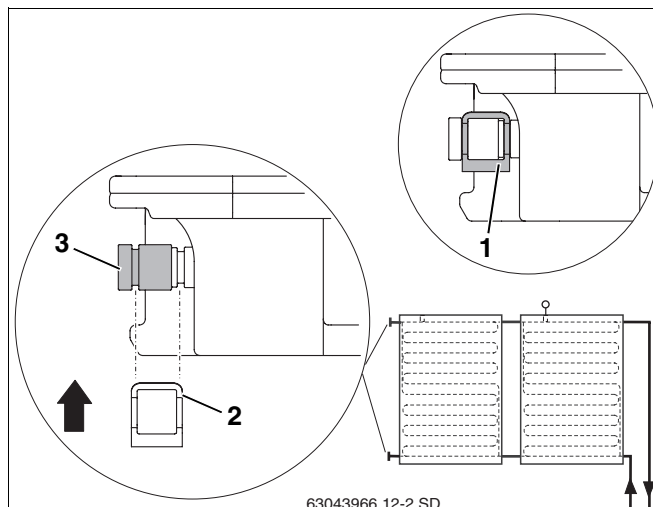

Fig. 42 Fissaggio del tappo di chiusura con la graffa
- Applicare il tappo di chiusura con i relativi o-ring (fig. 42, **pos. 3**) sull'attacco del collettore.
- Far scorrere la graffa (fig. 42, **pos. 2**), prevista per la messa in sicurezza dell'attacco, lungo il tappo di chiusura fino all'attacco del collettore.
- Fissare ciascun tappo di chiusura con una graffa (fig. 42, **pos. 1**).